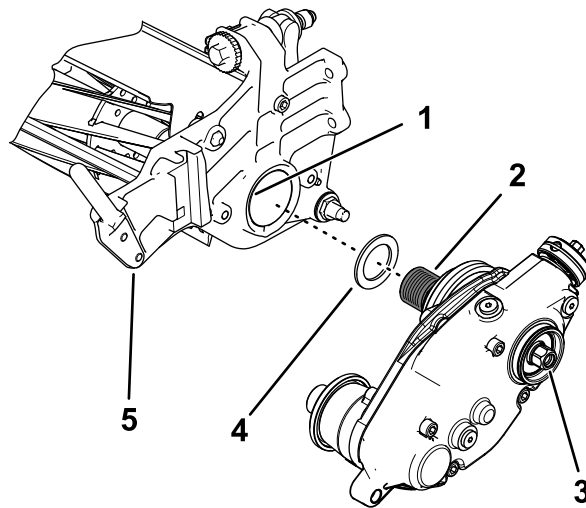

Figura 7
2. Monte a anilha de apoio sobre as roscas do adaptador do cilindro (Figura 7).
4. Instale a caixa da transmissão do rastelo no eixo do cilindro (Figura 7).
6. Com o cilindro preso, aperte a cabeça sextavada do eixo da caixa da transmissão com 135 a 150 N·m; consulte a Figura 7.